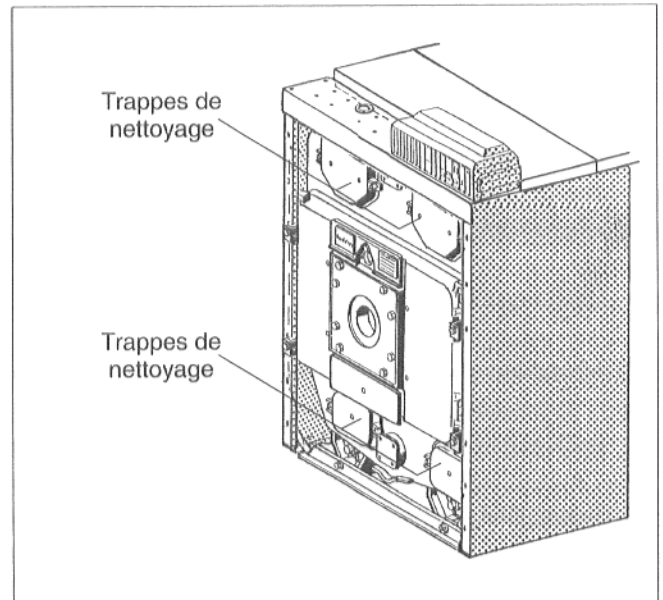

Fig. 59
- Dévisser en haut et en bas les trappes de nettoyage de l'élément avant (Fig. 59).